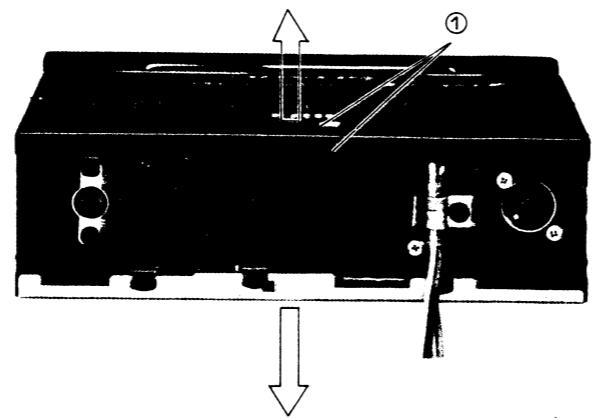

Figure 5-1
- (1) Remove the two screws from the top cabinet, then take it out (See figure 5-1).
- (1) Die beiden Befestigungsschrauben des Obergehäuses entfernen, wonach es dann abgenommen werden kann. (Siehe Abbildung 5-1).
(Voir la Fig. 5-1).